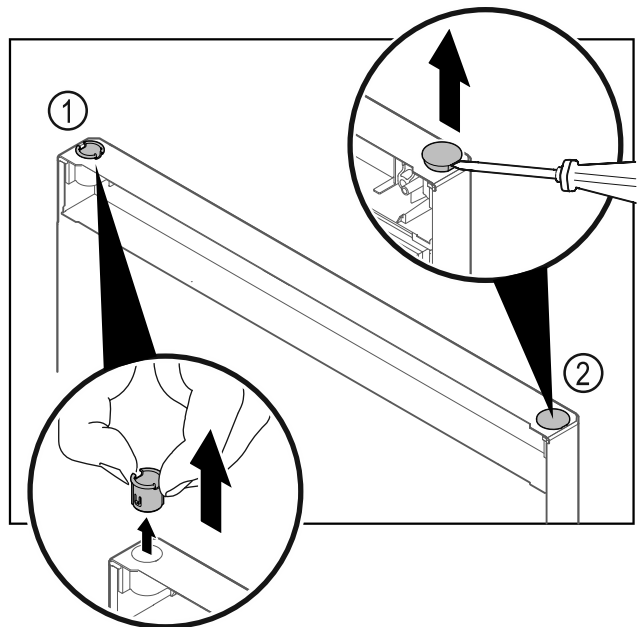

Fig. 24
- Nxirrni jashtë bokullën e menteshës Fig. 24 (1) me gishta.
- Ngrini lart me kujdes tapën mbuluese Fig. 24 (2) me një kaçavidë me kokë petë dhe nxirrni jashtë.